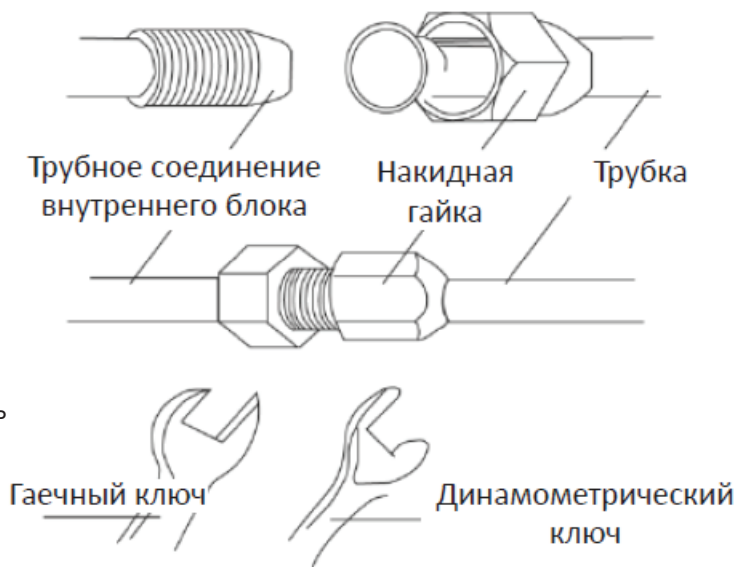

Рис. 5.2.1
1. Отцентрировать раструб медной трубки с центром конусной гайки и затем закрутить гайку рукой (см. рис. 5.2.1).